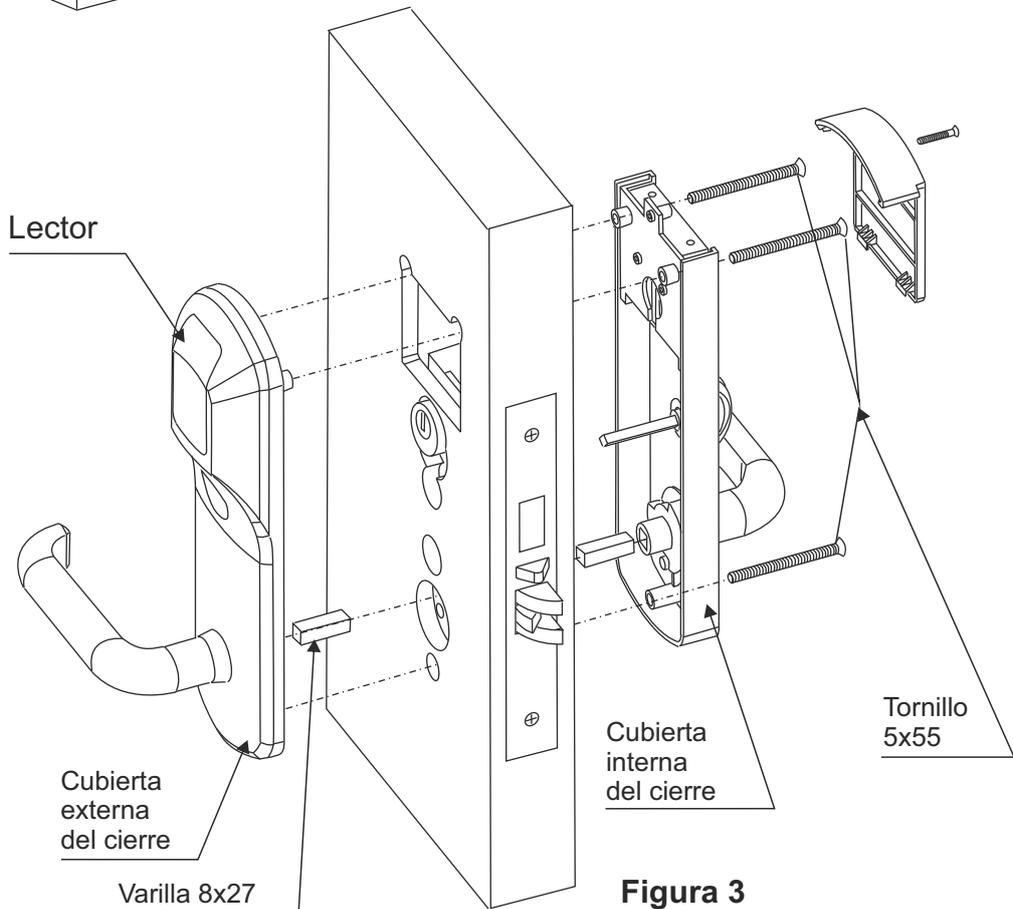

Figura 3
5. Instale las cubiertas exteriores del cierre sobre el mismo según la figura 3.